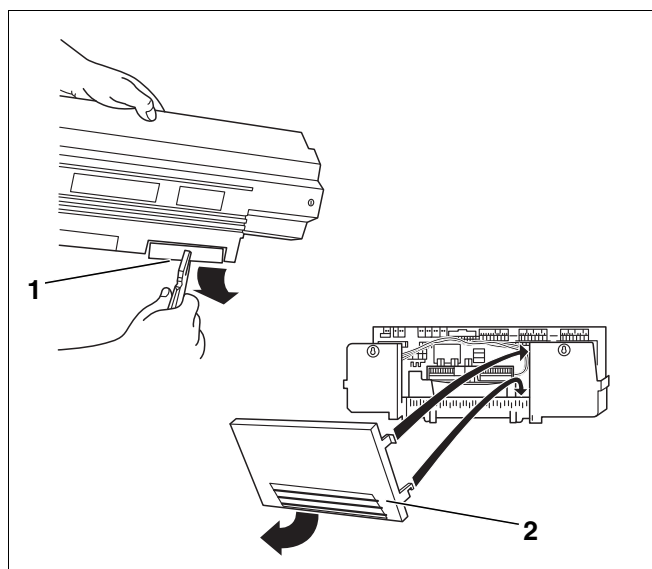

Fig. 44 Préparation – chemin de câbles
- Détacher les parties détachables (fig. 44, [1]), si nécessaire, dans le panneau arrière du chemin de câble (Logamatic 33..) et retirer le panneau arrière (Logamatic 43..) (fig. 44, [2]).
- Accrocher l'élément de la paroi arrière (Logamatic 43..) avec le crochet inférieur dans le cadre de serrage et appuyer en haut jusqu'à ce que les crochets latéraux s'enclenchent (fig. 44, [2]).